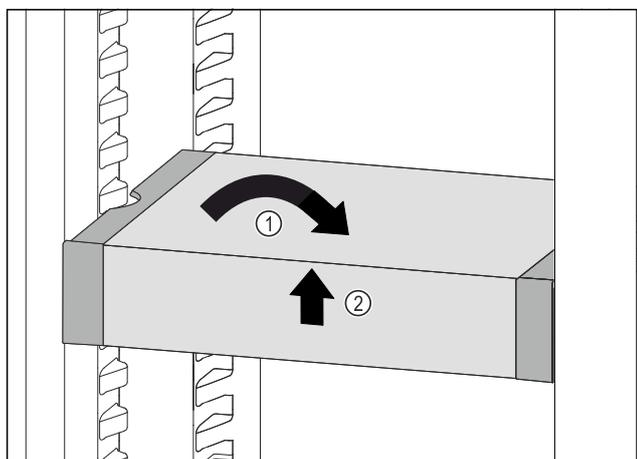

Fig. 84
- ▶ Ispravite VarioSafe. Fig. 84 (1)
- ▶ Podignite sprijeda VarioSafe. Fig. 84 (2)